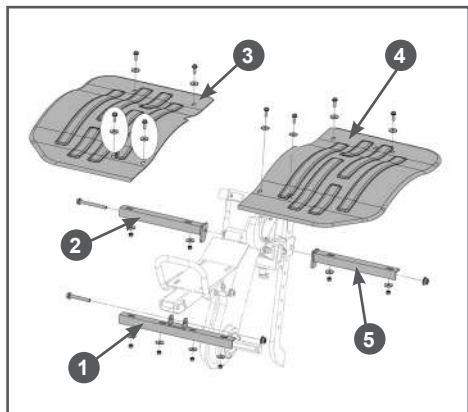

**Рис. 11 Установка сошника**
3. Установите в кронштейн 1 рамы мотоблока кронштейн 2 сошника (Рис. 11). Совместите отверстия в кронштейнах рамы и сошника и вставьте пальцы 3. Зафиксируйте пальцы 3 шплинтами 6 (Рис. 11).
4. Установите сошник 4 в кронштейн 2 сошника (Рис. 11). Вставьте сошник между пластинами кронштейна, совместите нужное отверстие в сошнике с отверстием в кронштейне и вставьте палец 5 крепления сошника (Рис. 11). Зафиксируйте палец шплинтом 6 (Рис. 11).